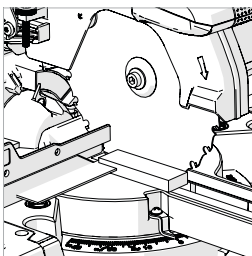

Fig. 30
- Placera en gradskiva på bordet med ena kanten mot staketet och den andra kanten mot bladet (undvik TCT-spetsarna). (Fig. 30)
- Om justering krävs, lossa de tre (3) staketjusteringsskruvarna med en insexnyckel.